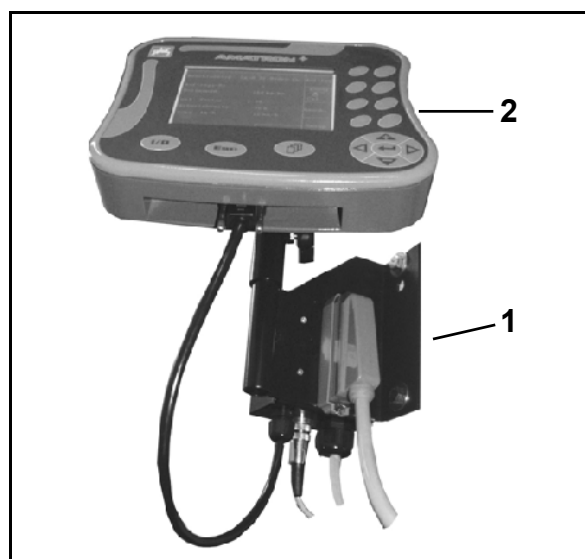

Bild 171
- Beakta vid monteringen av traktor-grundutrustningen (Bild 171/1) i traktorn att avståndet till radio eller radioantenn ska vara minst 1 meter.
1. Montera traktor-grundutrustningen (Bild 171/1) (manöverpanel med anslutningsplatta), vibrationsfritt och ordentligt jordat till chassi (ta bort färg vid infästningsytor), greppvänligt i förarens blickfält i hytten.
2. Skjut på manöverpanelen (med fäste) (Bild 171/2) på konsolens rör.